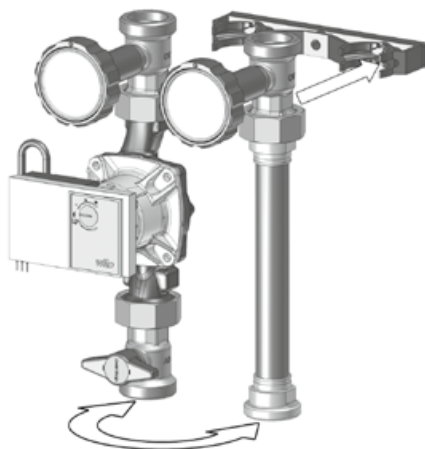

Fig. 12
4. Introduceți coloana de pompare pe partea stângă și țeava de legătură pe partea dreaptă în suportul de perete (fig. 12).